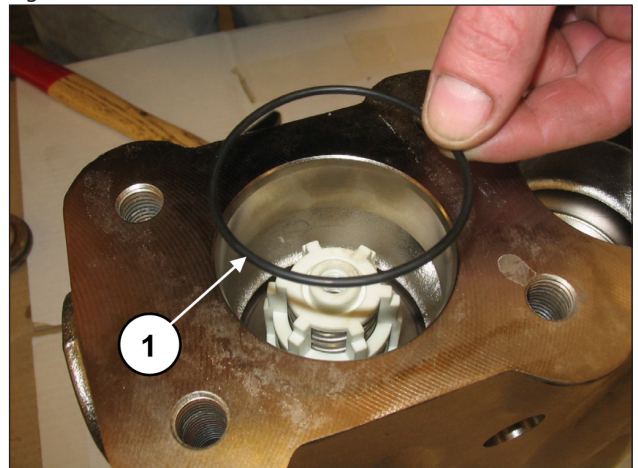

Fig. 127
Insira o anelo circular, pos. de explosão nº. 17 (pos. ①, Fig. 127).